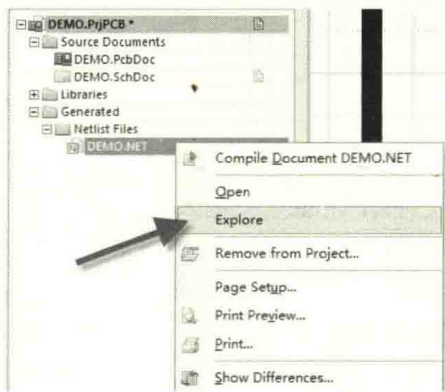

图 7-14 网表的查找
- (2) 单击鼠标右键，选择“Explore”命令，寻到所在路径，可以单独调用该网表，如图 7-14 所示。